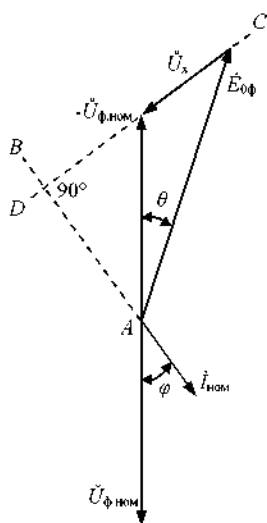

Рис. 4.7. Векторная диаграмма электрических параметров синхронного двигателя
3. Строим векторную диаграмму (рис. 4.7). Для построения векторной диаграммы необходимо определить масштабы: m_u [В/см]; m_i [А/см].